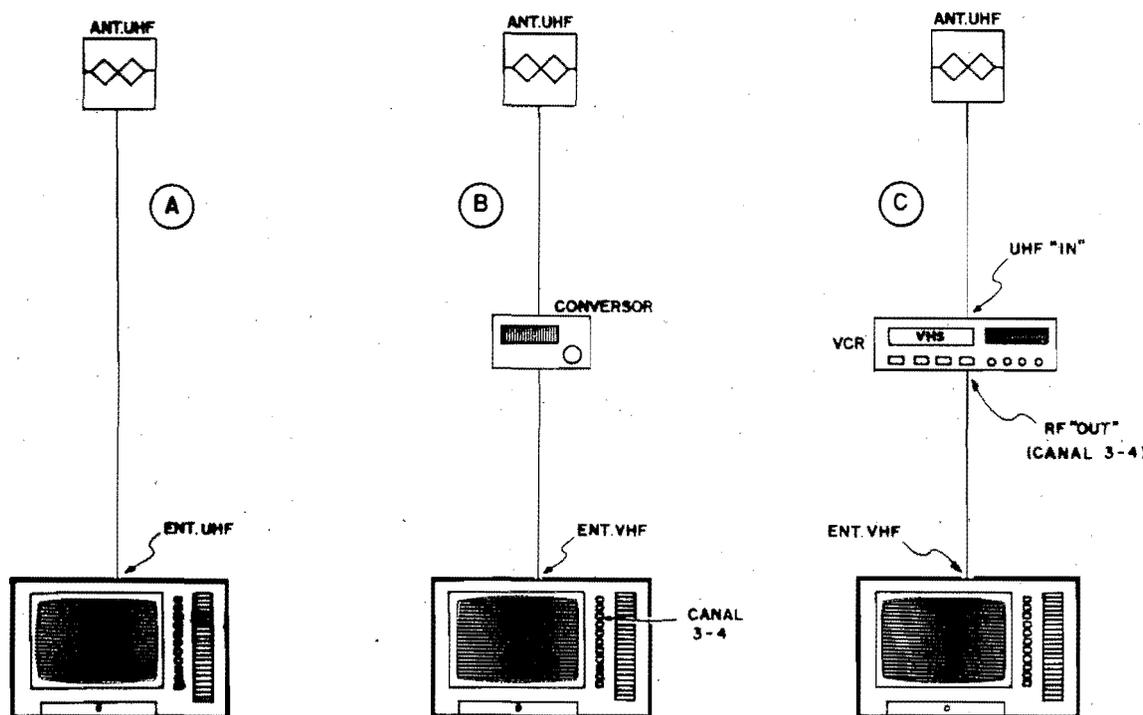

Fig.13
- **FIG. 13** - "Mas como faço para 'pegar' UHF...?". A figura mostra as três possibilidades básicas que permitirão ao Leitor receber e
- **13-C** - O televisor apenas recebe sinais de VHF, porém Você possui um vídeo-cassete, já funcionando em conjunto com a TV. Nesse caso, o cabo de descida da nossa antena deve ser ligado ao conector UHF “IN” (na traseira do vídeo). A conexão normal (já feita) entre o vídeo e a TV não precisa ser alterada. Para receber a transmissão de UHF, coloque o seletor ou teclado do televisor no canal 3 ou 4 (aquele que normalmente Você usa para ver “filmes” passados no Vídeo...), e faça a sintonia através do vídeo-cassete. Praticamente todos os VCRs (Vídeo Cassete Record) “completos” incluem um **tuner** (sintonizador) que abrange não só a faixa de VHF como também de UHF. Obviamente o VCR deve ser ligado para que seu circuito de sintonia interna entre em ação... Ele fará, então, o papel de CONVERSOR (ver fig. 13-B), normalmente proporcionando uma boa recepção.
- **14-A** - Se o receptor é apenas para VHF, e optou-se pelo uso do CONVERSOR (ver também fig. 13-B). Nesse caso, como o receptor apenas tem **uma** entrada ou conector para cabagem de antena (VHF), será necessário o uso de um outro tipo de MISTURADOR (VHF-VHF), também conhecido como “misturador” de antenas para “VHF”. A ligação geral fica conforme mostra o desenho. Quando for desejada a recepção de canais de VHF “normais”, basta posicionar o teclado ou seletor do televisor para o **número** do canal (o “5” pega no “5”, o “7”